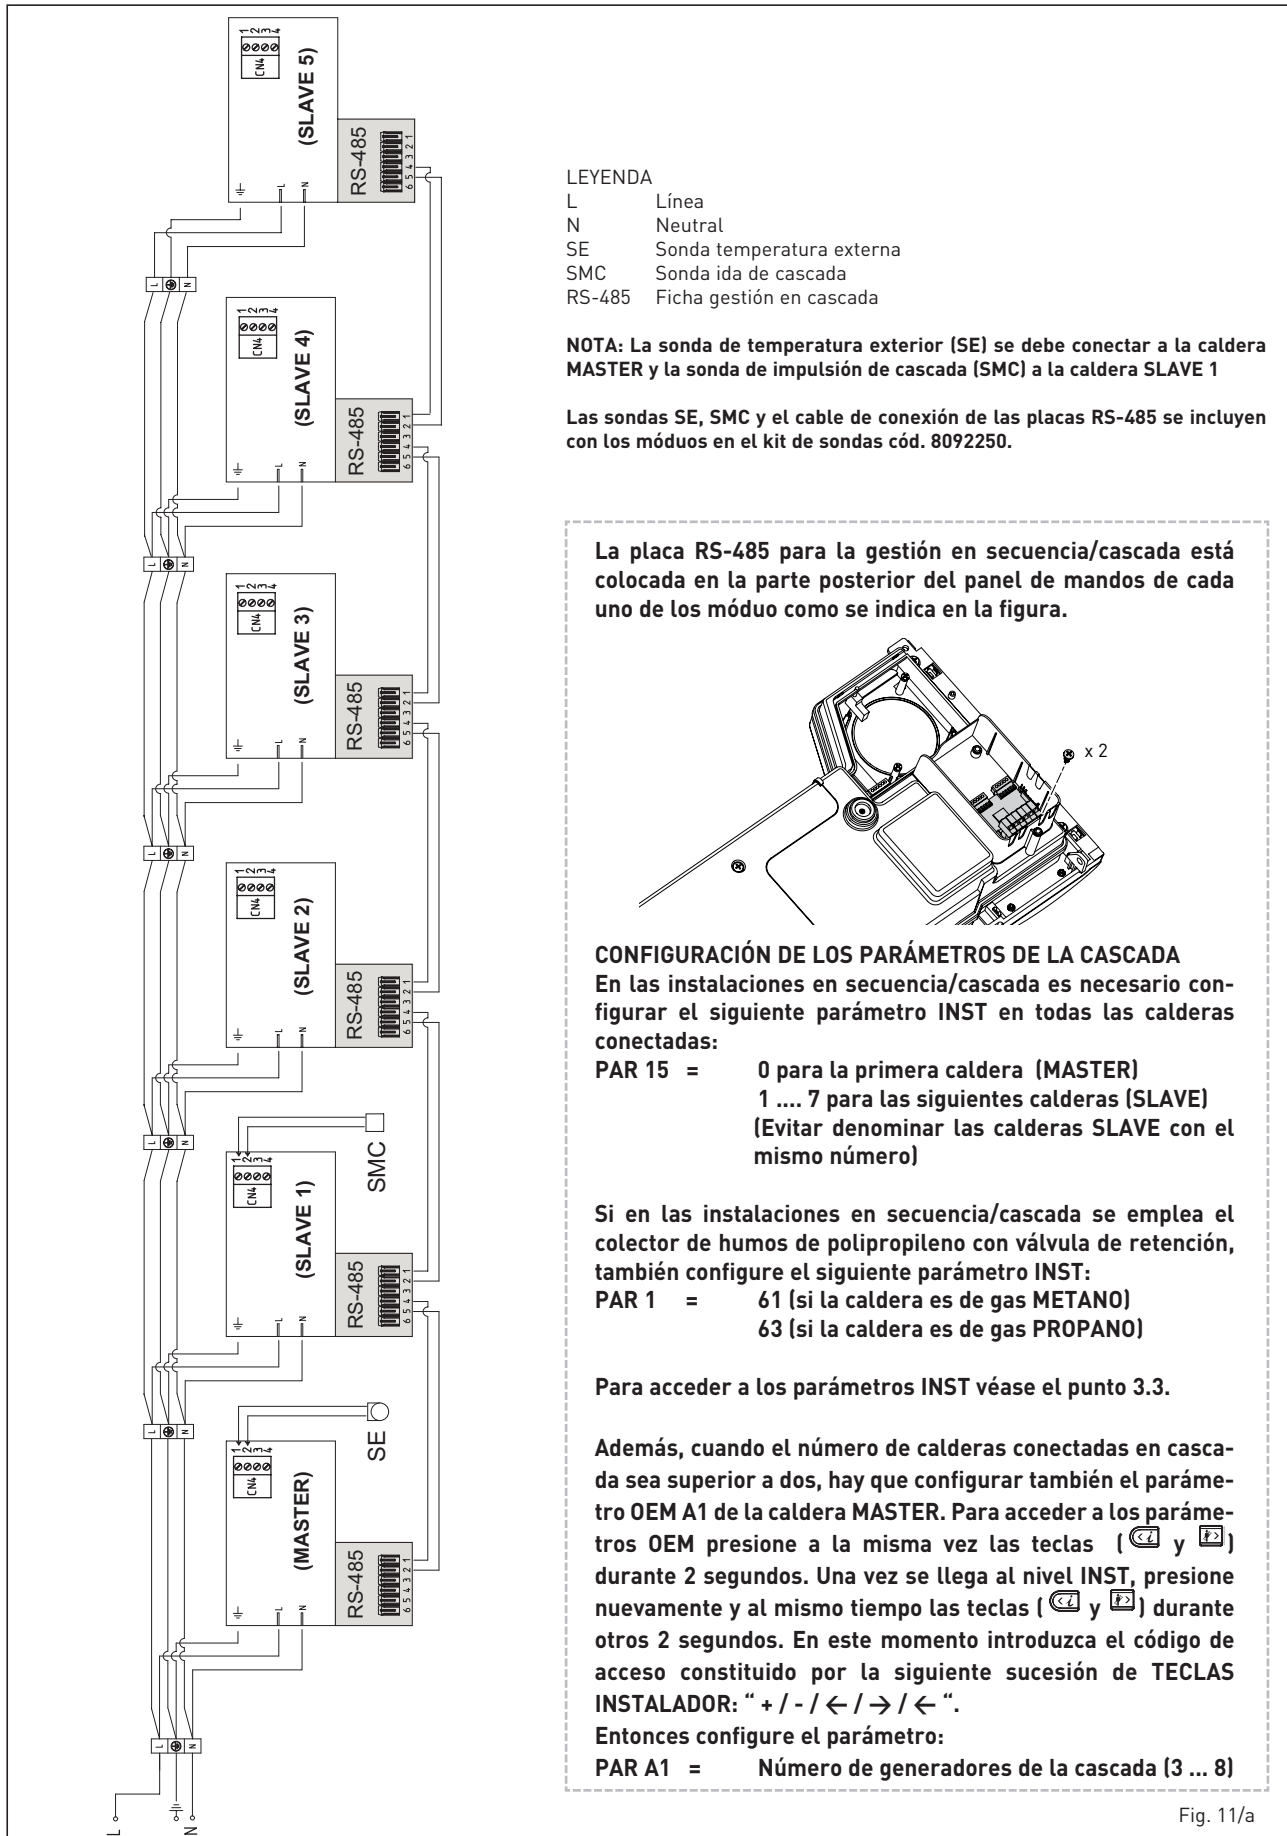

Fig. 11/a
2.11.2 Conexión eléctrica de los módulos en secuencia/cascada (fig. 11/a)